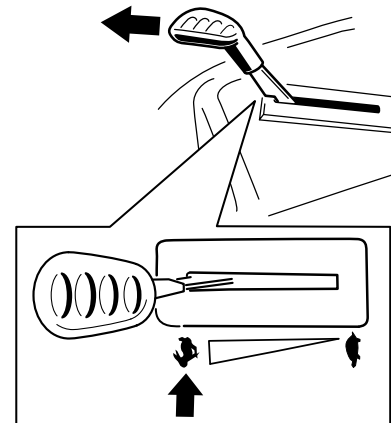

Bild 18
**Hinweis:** Aktivieren Sie die Messer nur, wenn der Gasbedienungshebel in der SCHNELL-Stellung ist (Bild 18).